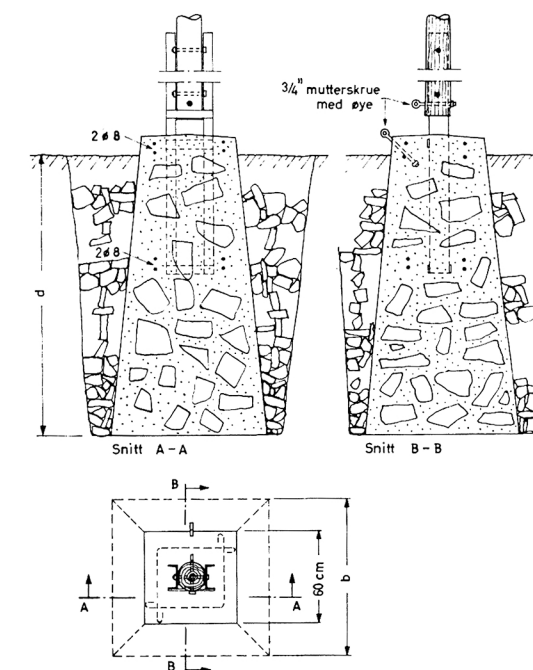

Fig. 23a. Mål 1 : 50
a) Fundament på jordgrunn føres alltid til telefri dybde, dog skal dimensjonene ikke være mindre enn angitt i tabell 23a, se fig. 23a. I topp fundament og ved foten av stativets innstøpte del plasseres bøyler av Ø 8, se fig. 23a.